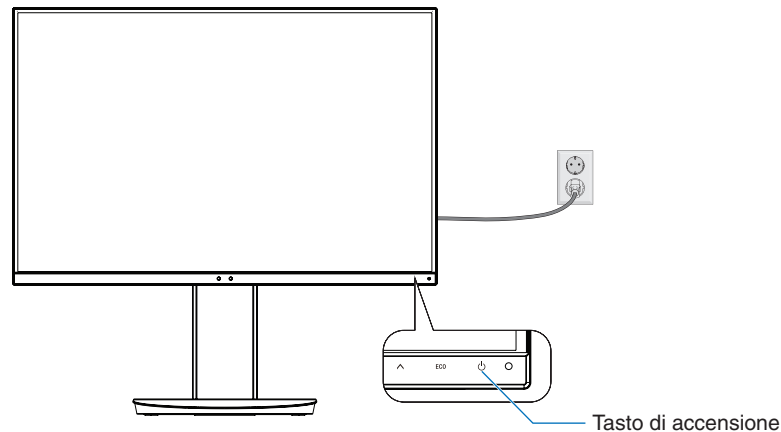

Figura E.1
8. Accendere il monitor toccando il tasto [⏻], quindi accendere il computer (**Figura E.1**).